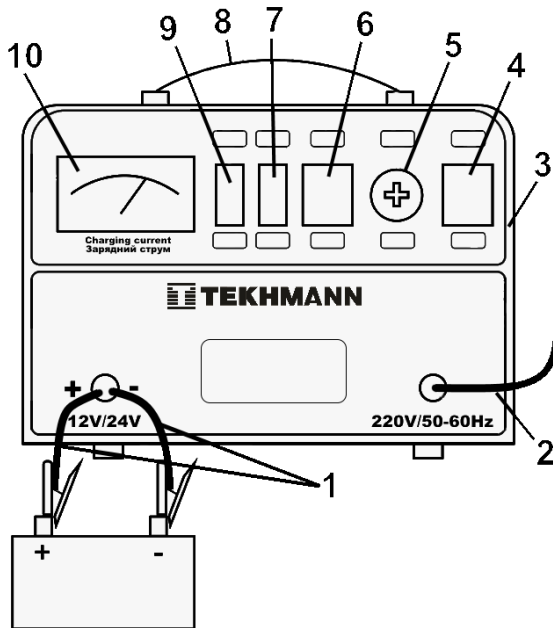

Рисунок 1
2.3 Склад виробу (рисунок 1)
2.4.2 Виріб складається з трансформатора, вимикача (4, рисунок 1), перемикача вихідної напруги (7), перемикача режиму заряджання (6), запобіжників (9 і 5), випрямного діодного мосту, шнура електроживлення (2) і дротів з затискачами для з'єднання з клемми акумулятора (1).
3.4 При відключеній вилці мережевого кабелю, встановіть перемикачем напругу заряджання (7, рисунок 1) відповідно до Інструкції по зарядці цієї акумуляторної батареї (12 вольт, або 24 вольт).
3.5 Перевключіть на панелі управління потрібний режим заряду перемикачем режиму заряджання «MIN/BOOST» (6, рисунок 1), де «MIN» - нормальний цикл, «BOOST» - швидкий цикл.
3.8 Кнопку вмикання (4, рисунок 1) переведіть в положення «ON».
ПРИМІТКА! Амперметр зарядного пристрою (10, рисунок 1) показує величину зарядного струму акумуляторної батареї. В процесі заряджання акумулятора, його внутрішній опір збільшується і струм заряджання зменшується. Стрілка амперметра плавно переходить справа наліво (показники амперметра будуть повільно зменшуватися до мінімального значення відповідно до ємності і стану батареї).